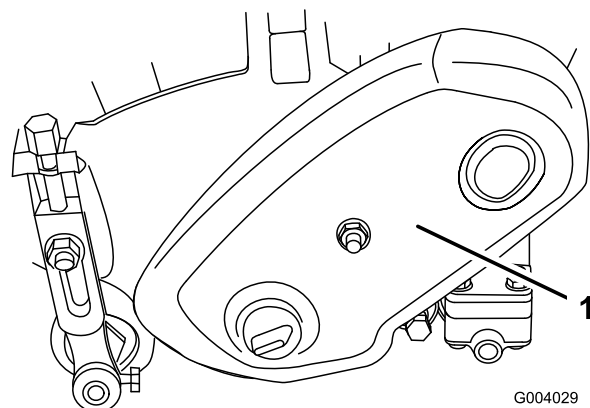

Figura 32
1. Retire a cobertura dos parafusos de montagem da correia e a cobertura da correia (Figura 32).